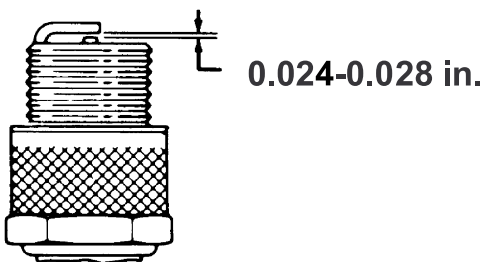

Figura 31
3. Compruebe que la distancia entre los electrodos es correcta (Figura 31).